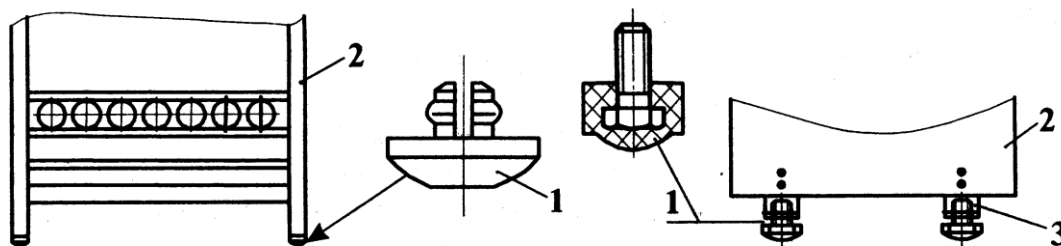

Рис. 5
Установить капроновые опоры в отверстия передней и задней стенки плиты (рис. 5).
- установить регулируемые ножки в кронштейны, расположенные в нижней части плиты. Вращением опор добиться горизонтального положения плиты (рис.5а). Для удобства вращения чуть приподнимите край плиты со стороны регулировки.
Рис.5а